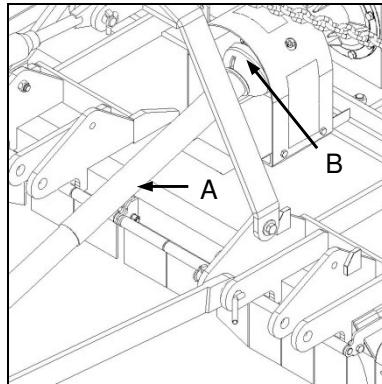

Fig. 2
- ✓ Following installation of the PTO drive shaft, lift the implement to an acceptable transporting height and ensure that there is no contact between the PTO driveshaft and the implement (Fig. 2-A).
- ✓ Ensure that universal joint operating angles are not exceeded and that over-compression or over-extension of the PTO drive shaft is avoided (Fig. 2-B).
- ✓ Nadat installering van die kragaftakkeras moet die implement tot 'n aanvaarbare vervoerhoogte gelig word en maak seker dat daar geen kontak tussen die kragaftakkeras en die implement is nie (Fig. 2-A).
- ✓ Verseker dat kruiskoppelingwerkshoeke nie oorskry word nie en dat daar geen oorkompressie of oorverlenging van die kragaftakkeras plaasvind nie (Fig. 2-B).